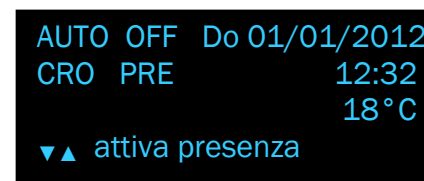

FIG. 4-35
- selezionare "attiva presenza" (fig. 4-35) con il tasto ; sul display apparirà la scritta "PRE";